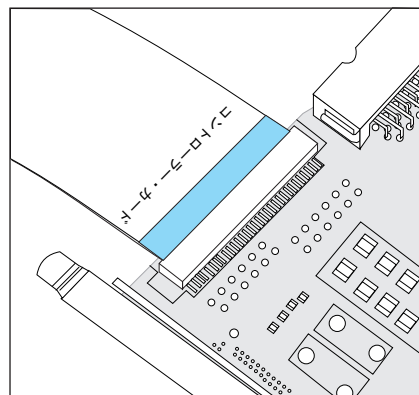
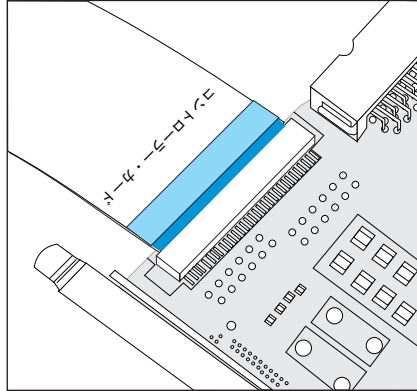

図 73. 正しく取り付けられた SAN ボリューム・コントローラー 2145-4F2 サービス・コントローラー・カード・ケーブル
図 74. 正しく取り付けられていない SAN ボリューム・コントローラー 2145-4F2 サービス・コントローラー・カード・ケーブル
- b. リボン・ケーブルを再接続する前に、その接点が下方向きであることを確認します。サービス・コントローラーの背面にケーブルを慎重に取り付けます。取り付け中にケーブルがねじれや湾曲が生じないように、まっすぐ取り付けてください。ケーブル・コネクタの各端の紺色の線が見えないことを確認します。これで、ケーブルが完全に装着されます。正しく取り付けられていないときのケーブルの例については、図 73 および 102 ページの図 74 を参照してください。